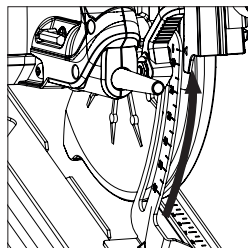

Fig. 10
(12) AJUSTE DE LA PROFUNDIDAD DE CORTE
- Afloje el mecanismo de bloqueo del ajuste de profundidad tirando de la palanca de accionamiento hacia arriba. **(Fig. 10)**